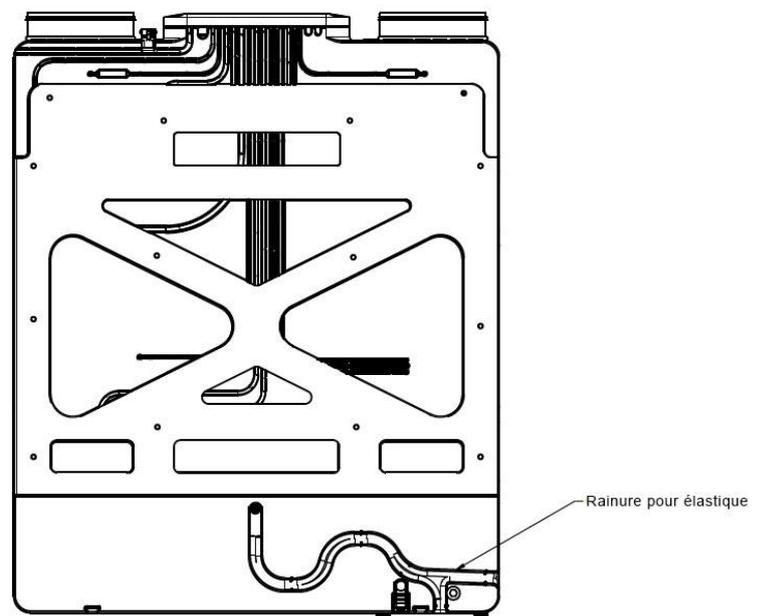

Figure 19 - installation du tuyau élastique
2. Connectez le tuyau élastique au coude et placez le tube à l'intérieur de la rainure (voir figure 19). La rainure est formée en forme de siphon, donc un siphon supplémentaire n'est pas nécessaire.